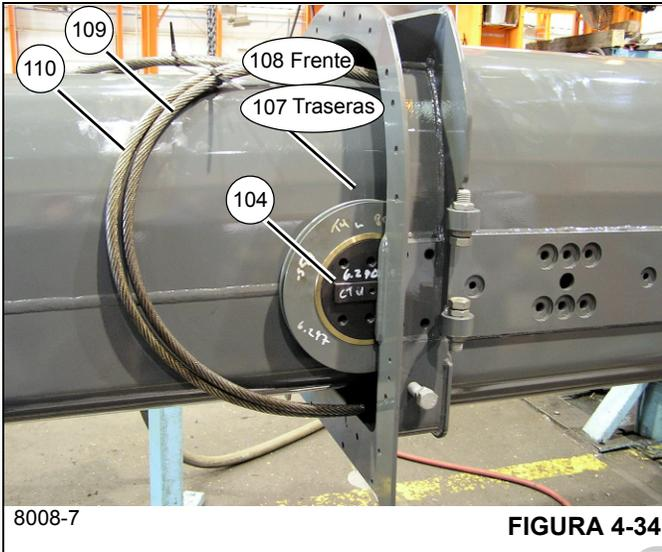
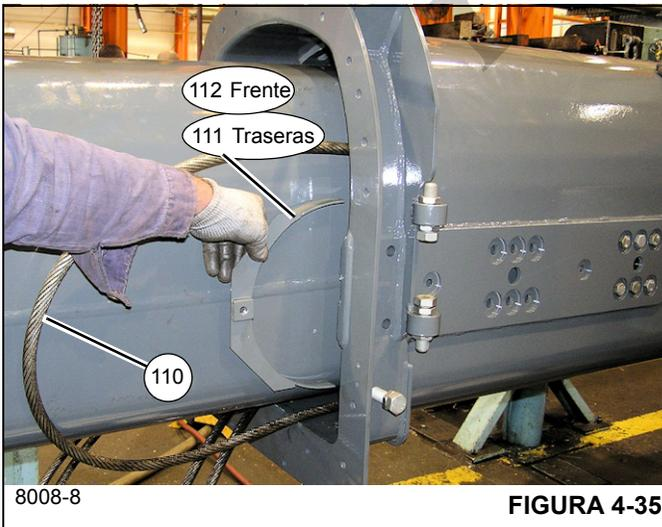

FIGURA 4-34
FIGURA 4-35
25. Inserte parcialmente la sección telescópica 4 (5) en la sección telescópica 3 (4).
26. Utilice los suplementos (70) para ajustar los conjuntos de almohadillas de desgaste traseras de la sección telescópica 4 (128, 134) de modo que las almohadillas de desgaste estén a una distancia máxima de 2 mm (0.08 pulg) de los lados y de la parte inferior de la sección telescópica 3. Se debe usar un número igual de suplementos en cada lado.
27. Inserte la sección telescópica 4 (5) en la sección telescópica 3 (4) hasta que los bucles en los cables de extensión de la sección telescópica 4 (109, 110) estén cerca de la punta de la sección telescópica 3 (4) (vea la Figura 4-34).
28. Utilice el eje (104) y los seis pernos (105) para montar la polea trasera (107) en el interior de la sección telescópica 3 (4) (lados izquierdo y derecho) utilizando el conjunto trasero de orificios de montaje (vea la Figura 4-34); compruebe que la pestaña rectangular del eje (104) se deslice dentro de la ranura de la sección telescópica 3 (4).
29. Trabajando en la parte trasera de la sección telescópica 3 (4), tire de los cables de extensión de la sección telescópica 4 (109) hasta que se asienten en las poleas (107).
30. Instale el miembro soldado del protector trasero (111) (lados izquierdo y derecho) sobre el cable de extensión de la sección telescópica 4 (109), donde el cable se envuelve alrededor la polea (107) y fíjelo con el perno (113) (vea la Figura 4-35).
31. Utilice el eje (104) y los seis pernos (105) para montar la polea delantera (108) en el interior de la sección telescópica 3 (4) (lados izquierdo y derecho) (vea la Figura 4-34); compruebe que la pestaña rectangular del eje (104) se deslice dentro de la ranura de la sección telescópica 3 (4).
32. Trabajando en la parte trasera de la sección telescópica 3 (4), tire de los cables de extensión de la sección telescópica 4 (110) hasta que se asienten en las poleas delanteras (108).
33. Instale el miembro soldado del protector delantero (112) (lados izquierdo y derecho) sobre los cables de extensión de la sección telescópica 4 (110), donde el cable se envuelve alrededor la polea (108), y fíjelo con el perno (113).
34. Instale la grasera (106) en cada uno de los cuatro ejes (104). Añada grasa hasta que la grasa salga a través de las poleas.